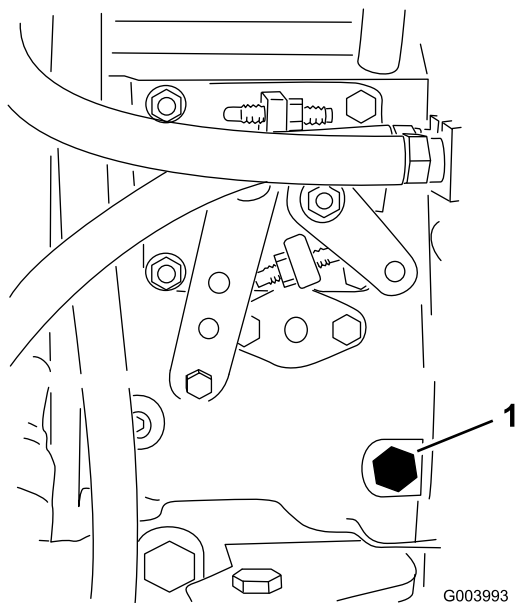

図 35
- 燃料噴射ポンプ 図 35 についているエア抜きネジを、12mmのレンチを使って開く。